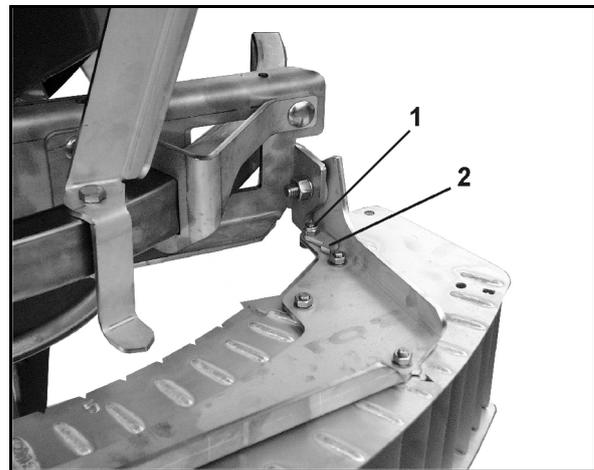

Fig. 95
Auf der Oberseite des Grenzstreuschirms befinden sich rechts und links jeweils ein Einstellriegel (Fig. 95).
1. Die Muttern (Fig. 95/1) der Einstellriegel lösen.
3. Die Einstellriegel (Fig. 95/2) bis zum Anschlag umlegen und festziehen.